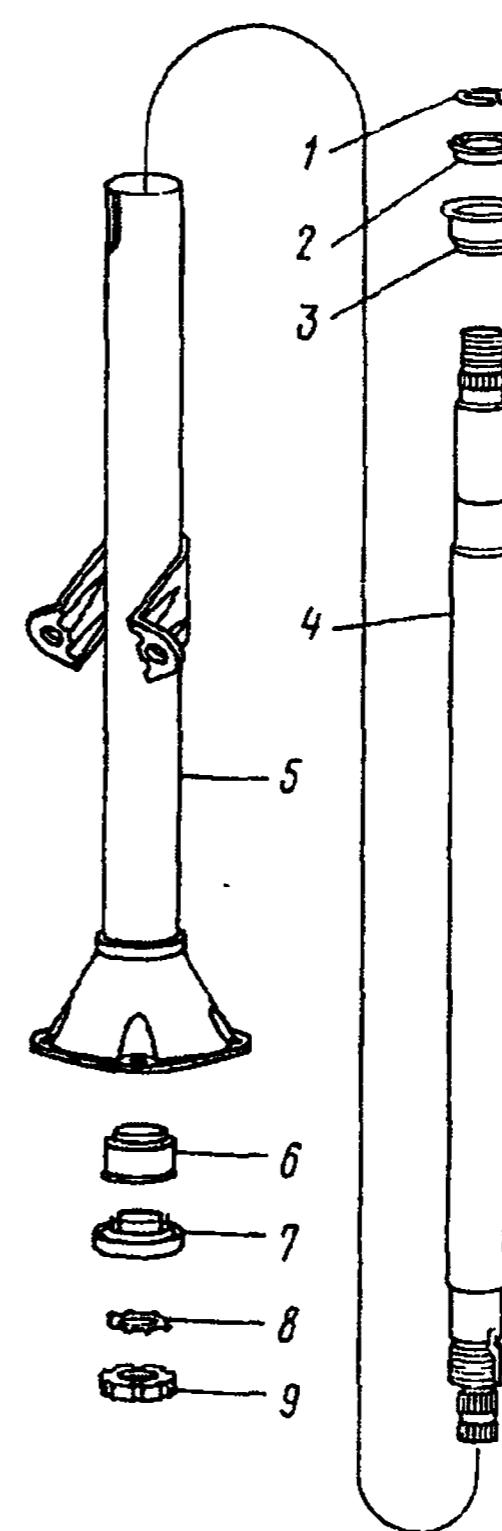

Рис. 252. Колонка рулевого управления:
1. Установите рулевую колонку в тисках, разогните ус шайбы 8 (рис. 252), отверните гайку 9	Отвертка, ключ для круглой шлицевой гайки, тиски
6. Установите на вал 4 (см. рис. 252) подшипник 3, разжимное 2 и упорное 1 кольца	Медная надставка, молоток, отвертка, посуда для смазки